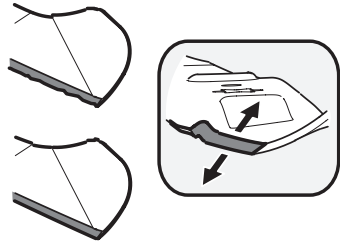

Figura 51
- Para afilar las cuchillas de corte de forma adecuada, extraiga cantidades iguales de metal de ambos extremos de las cuchillas a lo largo de los bordes cortantes, de forma paralela al borde de caída, a un ángulo de 25° a 30°. Afíle siempre cada borde de las cuchillas de corte de forma pareja para mantener un centrado adecuado entre las mismas. Consulte la Figura 51.